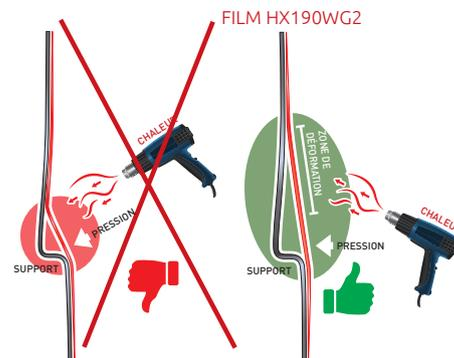

Figure 08
- › Tendre le vinyle sur le support de façon à ce que ce dernier touche les parties en relief. (FIG. 08)